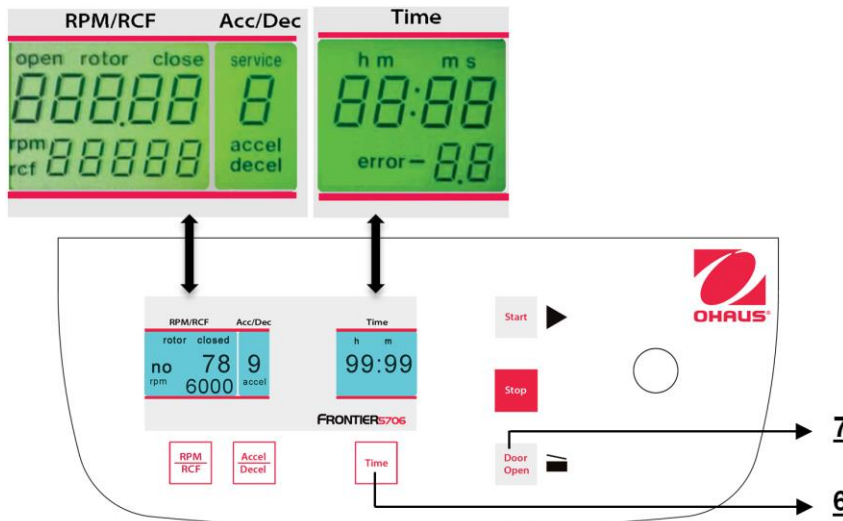

Figura 26
Cuando la centrífuga está apagada, presione al mismo tiempo los botones **"Time"**(6) y **"Door Open"** (7) y encienda el interruptor principal de la centrífuga. Ahora suelte ambos botones y como resultado se ejecuta una prueba de pantalla durante aproximadamente 5 segundos. Todos los indicadores aparecerán al mismo tiempo (vea la Figura 26).